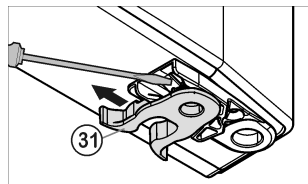

Fig. 8
- ▶ Veerklem Fig. 8 (31) verplaatsen: Sluitnok omlaag drukken, veerklem eroverheen eraf trekken.